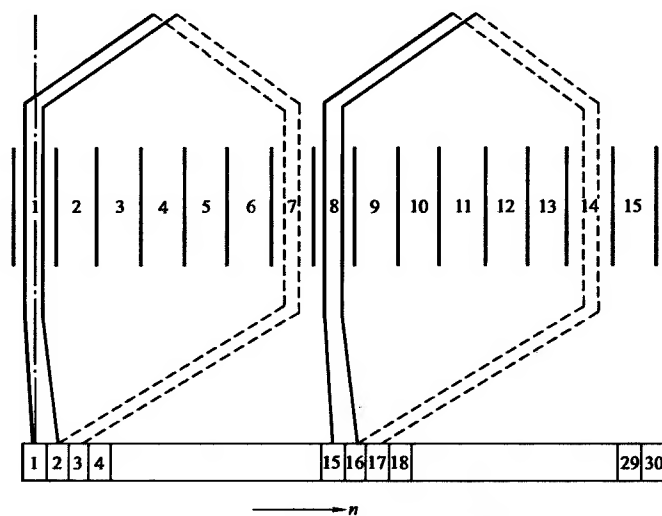

图 5-23 JIZ-19 型转子绕组展开图 (1)
6. JIZ-19 型转子绕组展开图 (1) (见图 5-23)